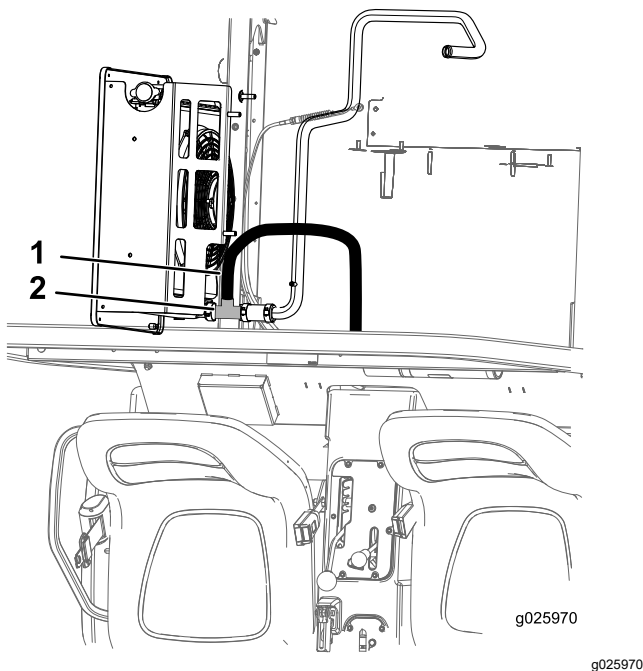

Figura 10
4. Tagliate il tubo flessibile inferiore del radiatore e collegate il raccordo a T a ogni estremità appena tagliata del tubo del radiatore inferiore con 2 fascette stringitubo grandi (**Figura 10**).